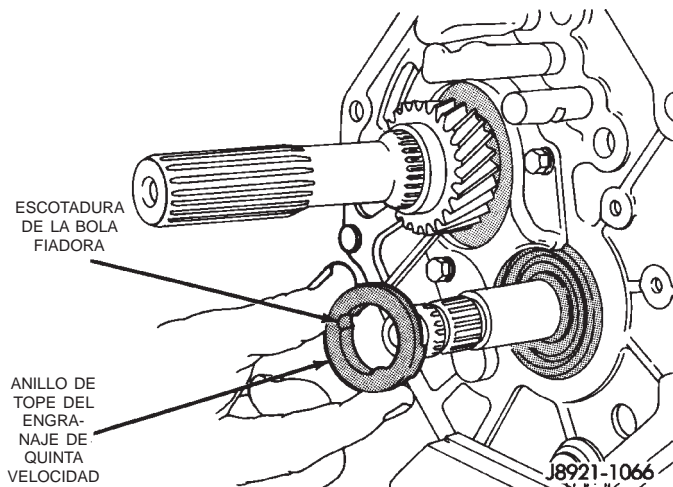

Fig. 59 Desmontaje del anillo de empuje del engranaje de quinta velocidad
(11) Retire el anillo de empuje del engranaje del árbol intermediario de quinta velocidad (Fig. 59).